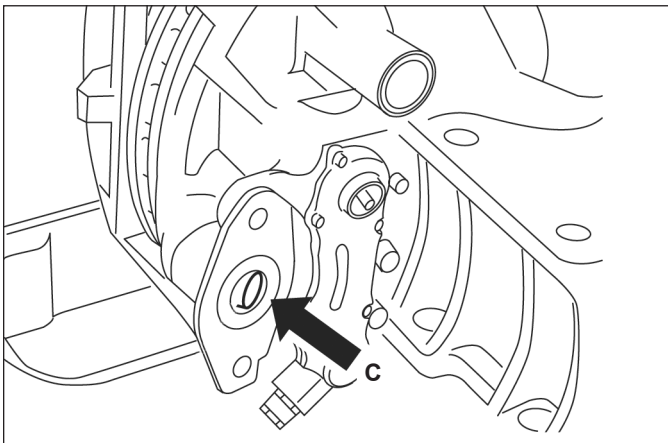

Figura 45 – Instalación del freno de muelle
- 5.4.14 Reinstalación. Antes de instalar la cámara de freno, la brida del accionador (consulte la figura 45, flecha "C") se debe limpiar e inspeccionar. Consulte el manual del vehículo. La copa esférica en la palanca (19) se debe engrasar con grasa blanca (N.º de pieza II14525 o K021964). Agregue grasa a la junta de goma de la cámara.